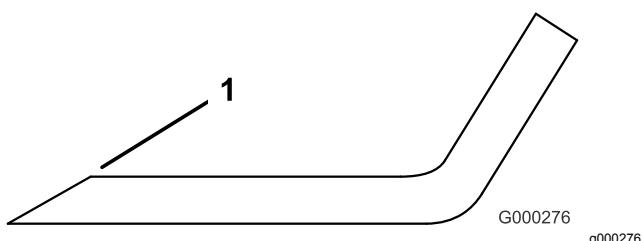

Figura 98
1. Utilice una lima para afilar el filo de corte en ambos extremos de la cuchilla (Figura 98). Mantenga el ángulo original. La cuchilla permanece equilibrada si se retira la misma cantidad de material de ambos bordes de corte.